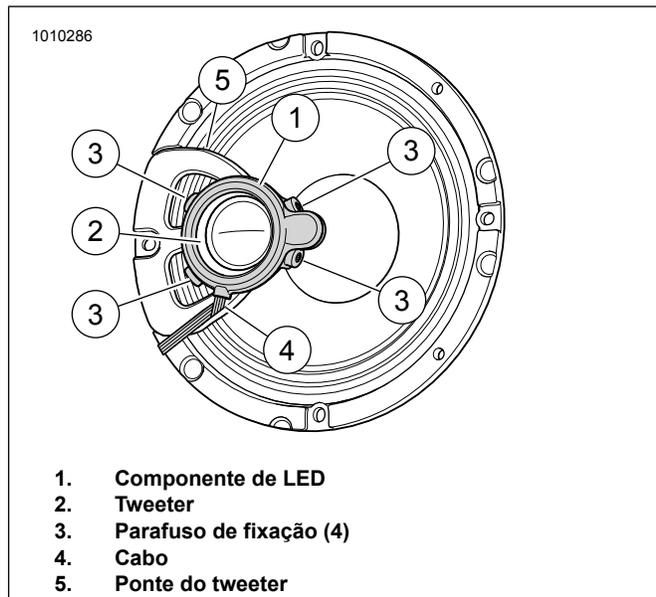

Figura 29. Alto-falante, tweeter, ponte do tweeter e luz LED
Veja a figura 29. Coloque o componente de LED (1) no tweeter (2) conforme mostrado. Aperte levemente o componente de LED no local.